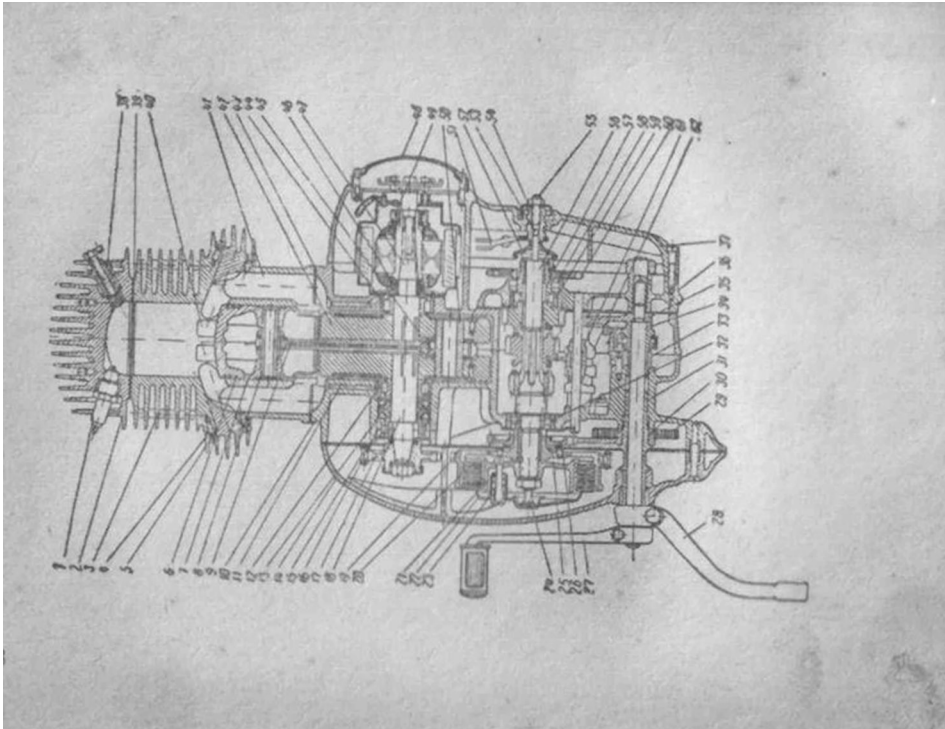
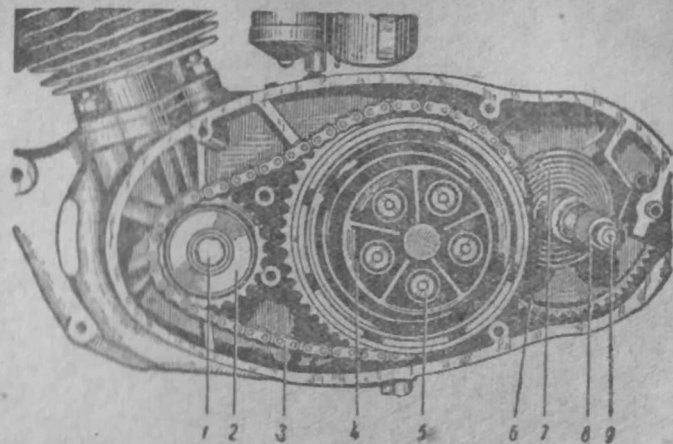

Рис. 4.
Рис. 13.
**ЦИЛИНДР** — отлит из специального чугуна и 4-мя гайками на шпильках прикреплен к картеру (рис. 4, 5). Головка цилиндра из алюминиевого сплава 4-мя болтами крепится к цилиндру. В местах соединений головки с цилиндром и цилиндра с картером поставлены уплотняющие прокладки. Прокладка между головкой и цилиндром из термически стойкого армированного полотна, а нижняя—из картона или бумаги.
**МОТОРНАЯ ЦЕПНАЯ ПЕРЕДАЧА** — состоит из неразъемной втулочной цепи, одетой на звездочки коленчатого вала и большого барабана сцепления. Цепь работает в масляной ванне (рис. 13).
Ведущие и ведомые диски чередуются между собой и все вместе сжаты пятью пружинами 23 рис. 4 через нажимной диск 22 рис. 4, что создает между ними трение, достаточное для передачи окружного усилия двигателя. Таким образом, сцепление постоянно включено. Если нажимной диск будет отжат, то взаимная связь между ди-
Через сквозное центральное отверстие первичного валика пропущен стальной шток (стержень), который через грибок толкателя 24 рис. 4 опирается в нажимной диск.
Второй конец штока через шарик 53 рис. 4 опирается на регулировочный винт 55 рис. 4, 6 рис. 15. Червяк при помощи поводка 51 рис. 4 и 6 рис. 14 и троса может быть повернут при нажатии на рычаг сцепления.
Осевой ход диска при выключении сцепления должен быть не менее 2,5—3 мм. Для этого гайки, прижимающие 5 пружин (рис. 4), заворачивают так, чтобы торец гайки отстоял от торца колпачка на 3 мм.
На проходящий через крышку картера валик ножного переключения 34 рис. 4 свободно одет пустотелый валик кик-стартера 31 рис. 4. На наружном конце валика укреплен педаль 28 рис. 4, а на внутреннем конце укреплен зубчатый сектор 30 рис. 4 со спиральной пружиной 29 рис. 4, 6 рис. 13. В нерабочем состоянии, при поднятой вверх педали, сектор ни с чем не зацеплен. При нажатии на педаль сектор зацепляется зубцами с шестерней 26 рис. 4, вращающейся на шейке большого барабана сцепления. Эта шестерня имеет торцевое храповое устройство 25 рис. 4, связывающее ее с большим барабаном.
При нажатии ногой на педаль кик-стартера храповик приводит во вращательное движение большой барабан сцепления, а следовательно и вал двигателя, с которым барабан связан цепью. Обратный ход педали производится за счет возвратной пружины 29 рис. 4.